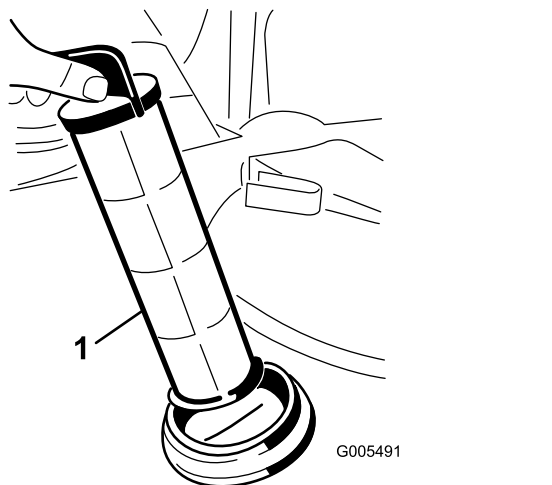

Figura 25
4. Estraiete il filtro di aspirazione dall'alloggiamento del filtro nel serbatoio (Figura 25).